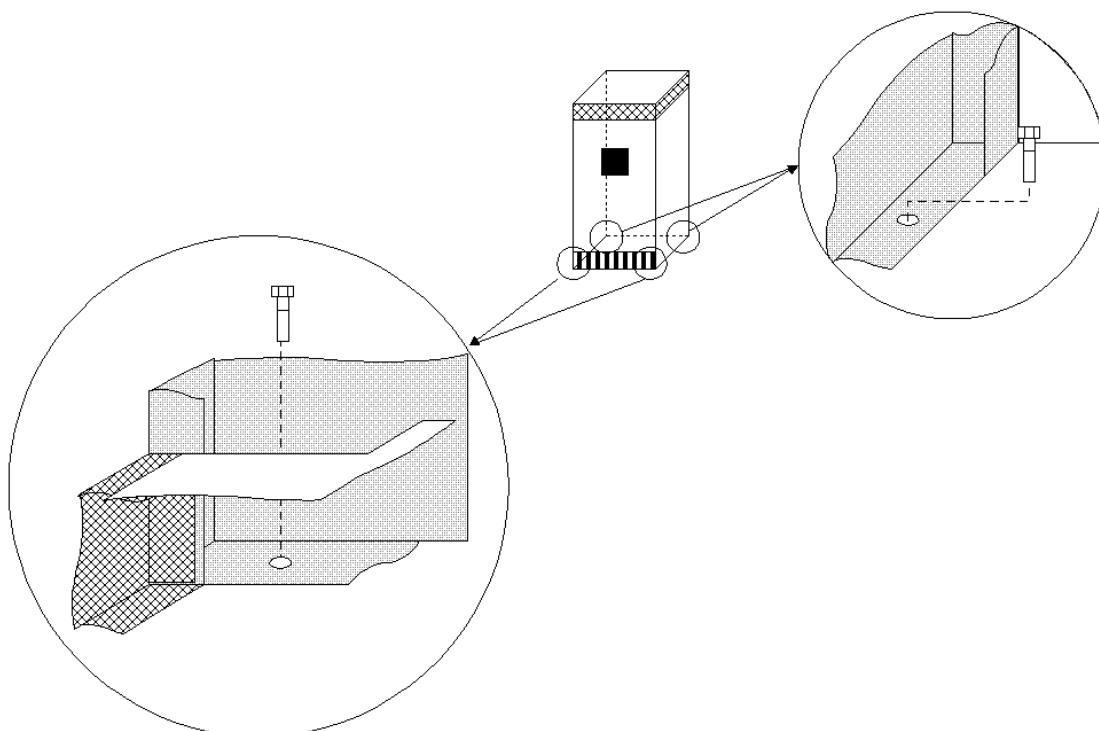

Fig. 8
■ prévoir 2 points de fixation à l'avant et à l'arrière (fig. 8).